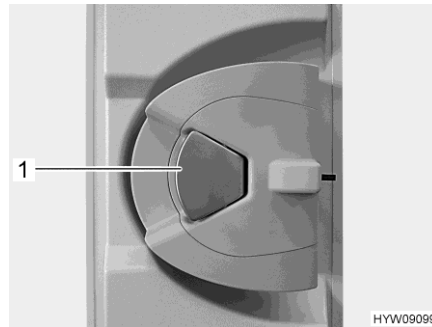

Fig. 31 Serratura della porta (porta di ingresso, lato interno)
- Quando la serratura della porta è bloccata: Tirare una volta la maniglia della porta (Fig. 31,1). La porta è sbloccata.
- Tirare la maniglia della porta (Fig. 31,1). La porta è aperta.
- Premere la maniglia della porta (Fig. 31,1).